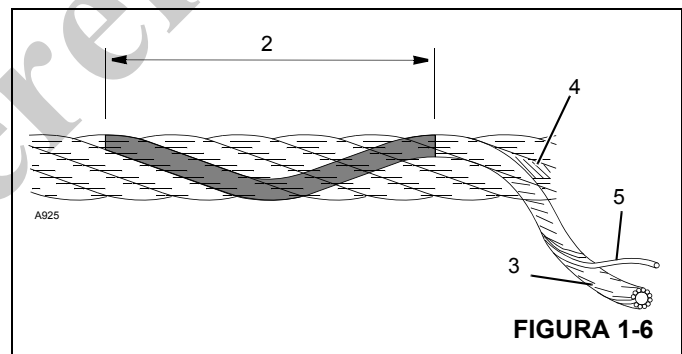

FIGURA 1-6
13. Al buscar alambres rotos (5) (Figura 1-6), alivie el cable, muévalo hacia afuera de los "puntos de recogida" y dóblelo lo más que se pueda. Utilice un punzón afilado para separar los alambres y trenzas, levantando todos los alambres que parezcan estar sueltos o que se muevan excesivamente. Los defectos del cable hacen referencia a la "longitud de sesgo" (2), que es la distancia medida a lo largo del cable en donde una trenza (3) logra una revolución completa alrededor del núcleo (4).